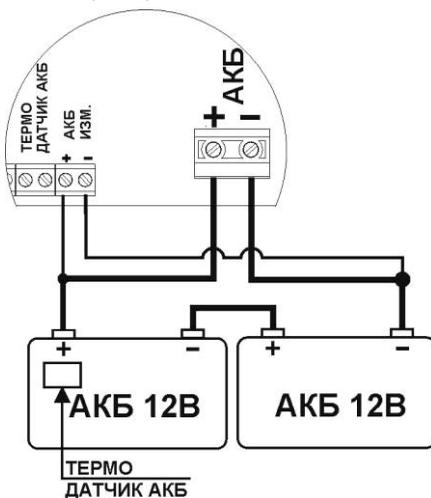

Рисунок 5 - Схема соединения аккумуляторов
- подключите внешнюю АКБ состоящую из 2-х батарей соединённых последовательно к изделию, соблюдая полярность, кабели для подключения внешней АКБ (см. рис. 5) входят в комплект поставки;